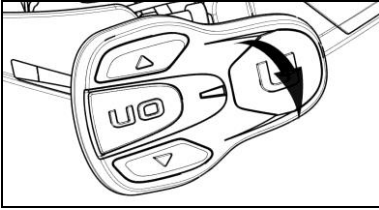

Abb. 27
- Entfernen Sie die Tastenvorrichtung von der Helmschale wie auf Abb. 27 dargestellt.